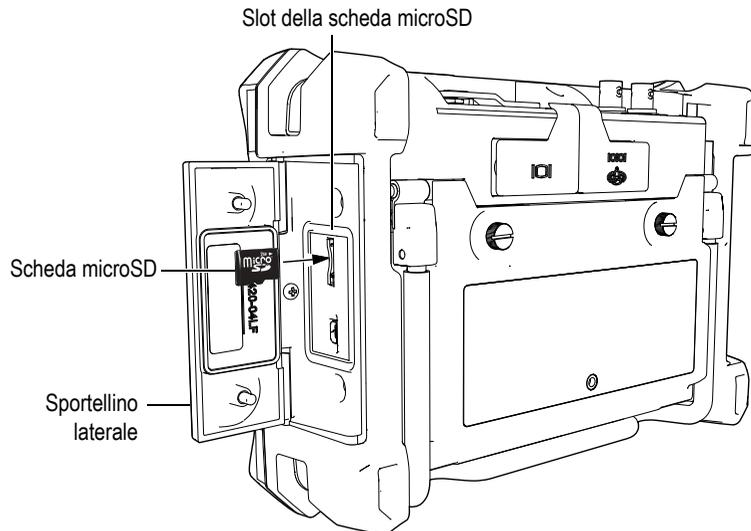

Figura 1-19 Installazione della scheda microSD
2. Svitare le due viti prigioniere e in seguito aprire lo sportellino protettivo delle connessioni del computer (vedere Figura 1-19 a pagina 62).